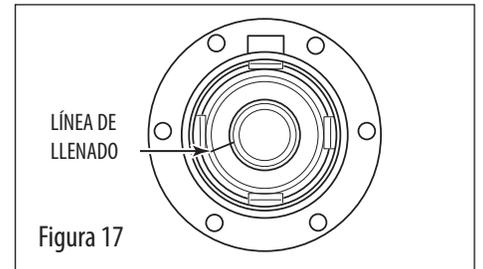

Figura 17
2. Asegúrese de que la tapa de maza esté llena hasta la marca de «oil level» (nivel de aceite) que está en la cara de la tapa (vea la figura 17) Permita que la primera cantidad llenada se asiente por diez minutos. Repita el proceso de llenado hasta que el aceite esté al nivel de la línea de llenado de la tapa de maza.